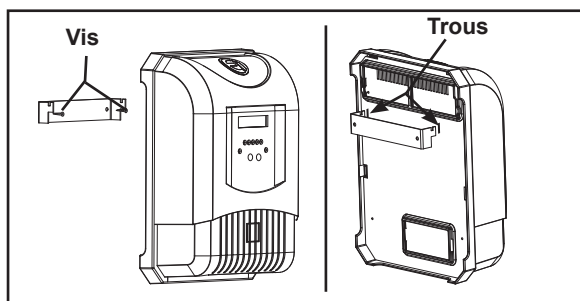

Figure 5. Fixer le bloc d'alimentation
3. Mettre le bloc d'alimentation en place en alignant le support avec les trous correspondants (Voir Figure 5).